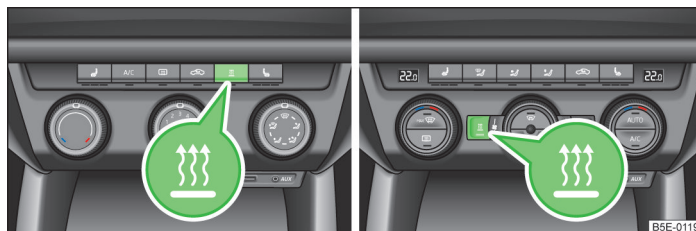

Fig. 111 Tasta pentru activarea/dezactivarea directă de pe elementul de comandă al sistemului de aer condiționat / Climatronic
-  cu tasta de pe unitatea de comandă pentru instalația de climatizare manuală / Climatronic. Lampa de control din tastă se aprinde » fig. 111.
-  cu tasta de pe unitatea de comandă pentru instalația de climatizare manuală / Climatronic. Lampa de control din tastă se stinge » fig. 111.